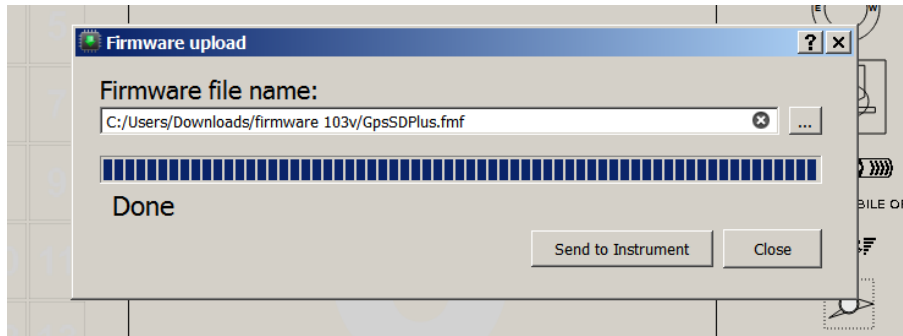

FIGURE 7.2 – Mise à jour du logiciel terminée
6. Quand le processus est fini, l'application affiche un message disant *complete* (terminé) (voir la Figure 7.2). Déconnectez le câble USB et le VARIO SD se mettra en marche.